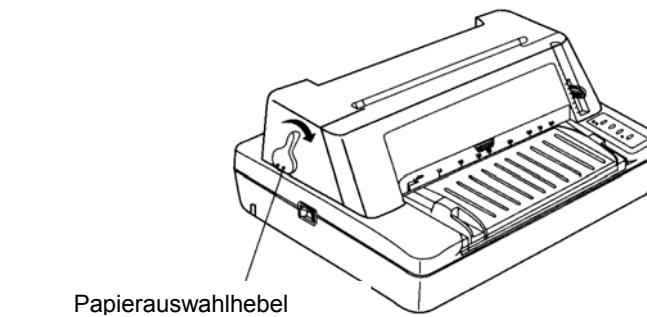

Abbildung 3-6 Einstellen des Papierauswahlhebels
- 2 Den Papierauswahlhebel entsprechend Abbildung 3-6 nach vorne legen.